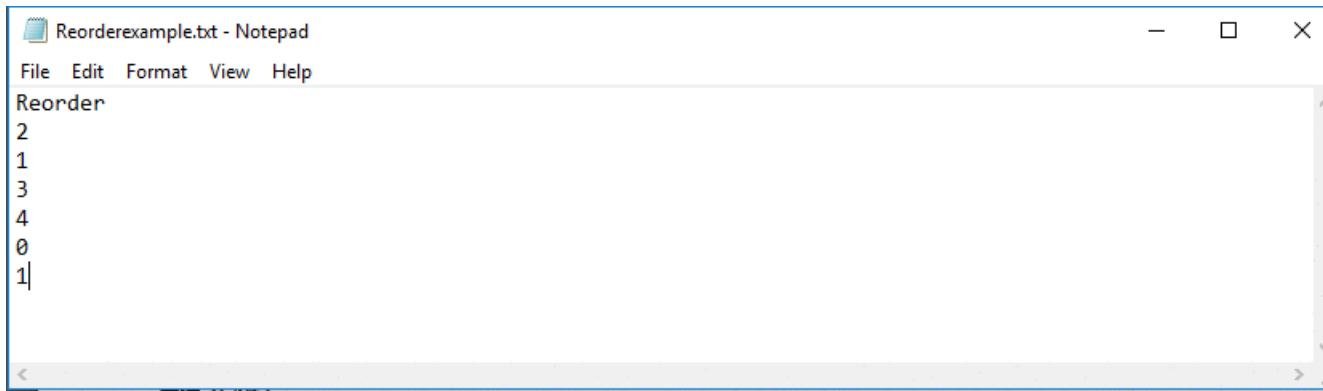

図 3-13. 順序変更の例
[LUT Editor] パネルを **図 3-12** に示します。ここで、「SNO」(シーケンス番号) というラベルの付いた列は、**図 3-11** に示す [Pattern Design] タブの ([Update LUT] をクリックした後の) 順序設定に従うパターン表示スロット番号を表します。次に、好きなパターン番号を [LUT entry] 列の行に手動で入力するか、**図 3-13** に示すように「Reorder」という単語の後に必要なパターンスロットの番号が記載されているテキストファイルをロードして、これらのパターンの順序を変更できます。
13. テキストファイルが保存された場所を参照し、図 3-13 に示すようにテキストエディタプログラムでファイルを開きます。